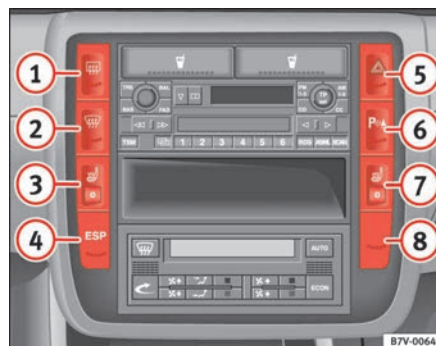

Fig. 87 Consola central: mandos de la calefacción de los asientos
- Gire el mando correspondiente ⇒ fig. 87 para encender la calefacción del asiento. En la posición 0 la calefacción del asiento está desconectada.